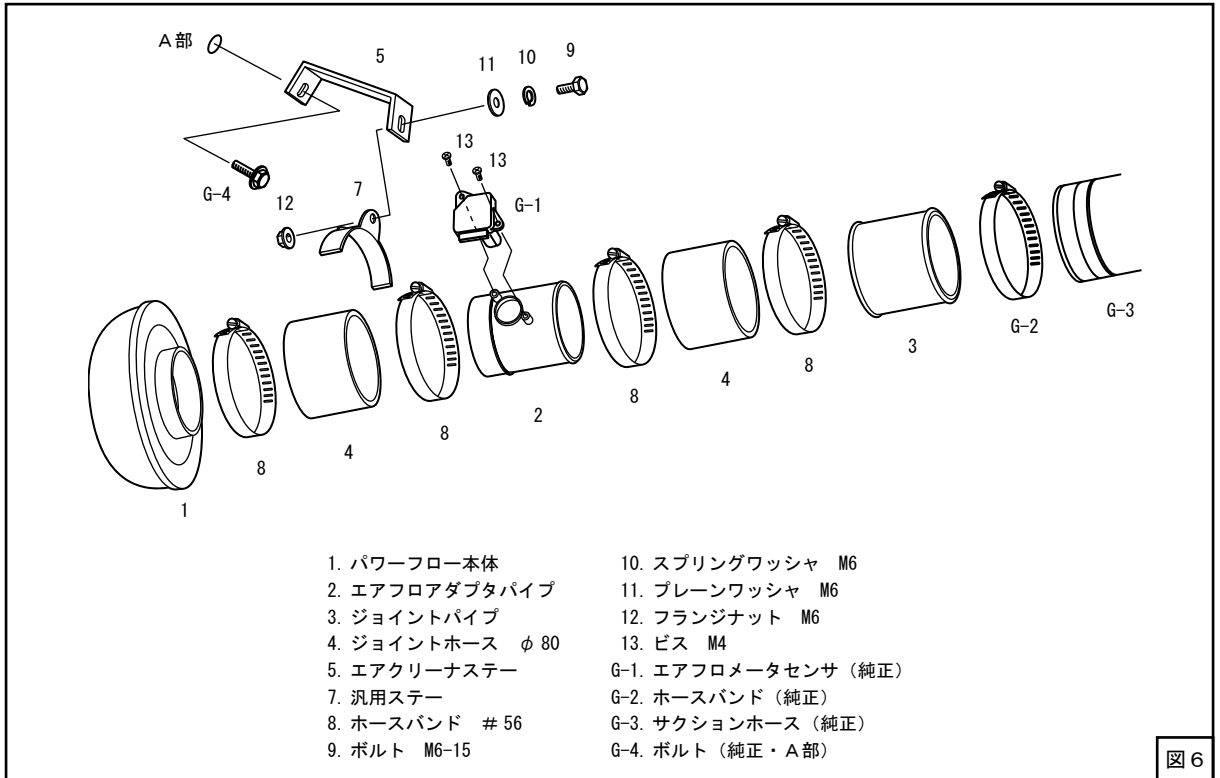
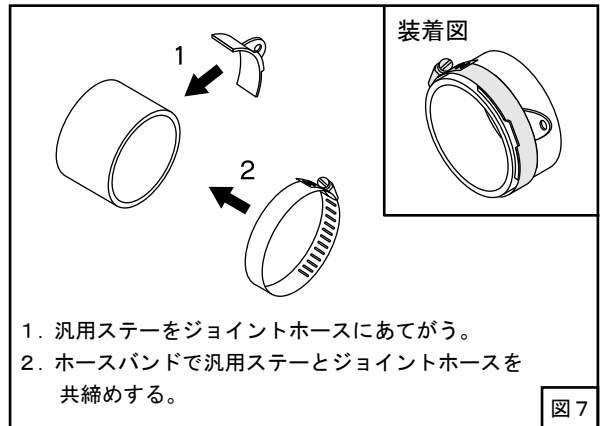

図6
図7
- (1) エアフロメータセンサのOリング（純正）がエアフロアダプタパイプに噛み込まないようにしながら図4の位置にいくことを確認し、キットパーツのM4ビスを使用して取付けてください。この時ビスを締めすぎないようにしてください。（締付けトルク 2.0～3.0N・m[0.2～0.3kg・m]）（図4、図6）
- (2) 純正ボルトを使用してエアクリーナステーをA部に仮付けしてください。（図5、図6）
(3) キットパーツを仮付けしてください。(図6、図7)